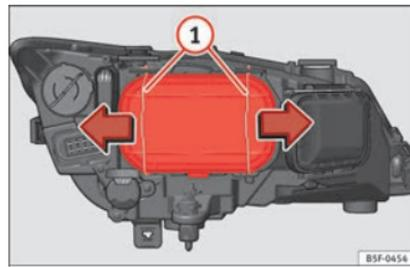

Fig. 102 Luz de cruce.
- Desplace los tirantes » fig. 102 ① en el sentido de la flecha y saque la tapa. »